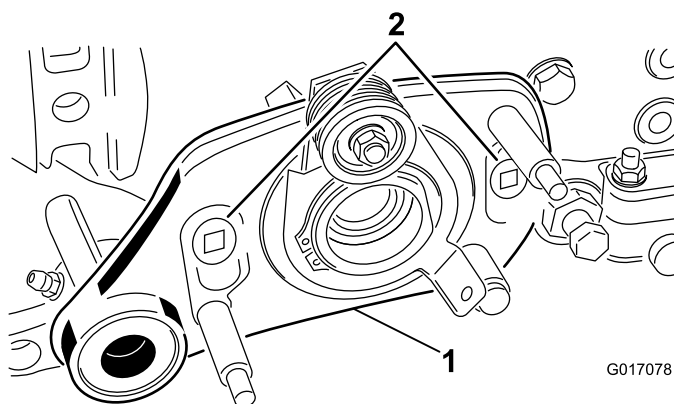

Figura 33
- 8. Rimuovete i 2 bulloni di spallamento che fissano il gruppo di rotazione del groomer agli adattatori della piastra laterale (Figura 33).